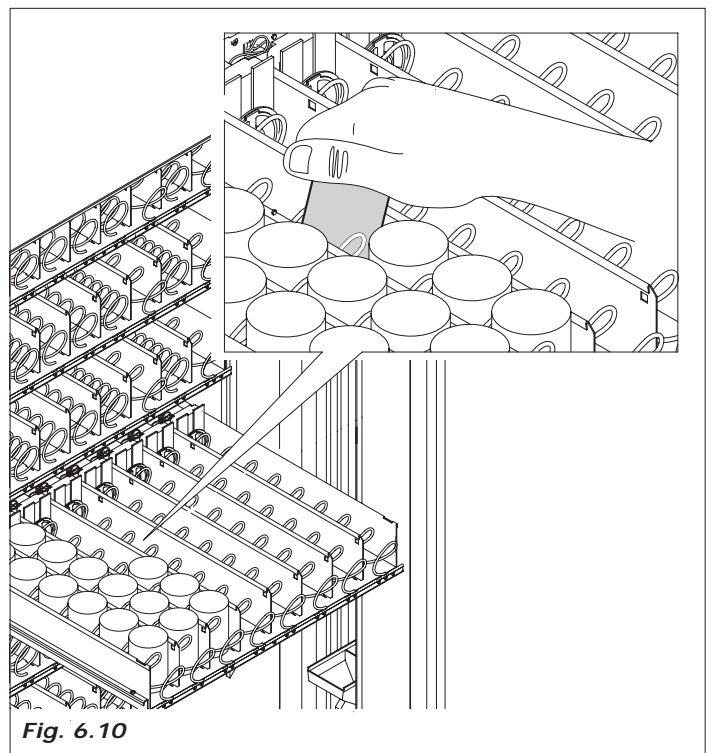

Fig. 6.10
- introducir los productos comenzando desde la parte anterior del cajón hasta la parte más interior. No dejar ningún espacio vacío (Fig. 6.10).